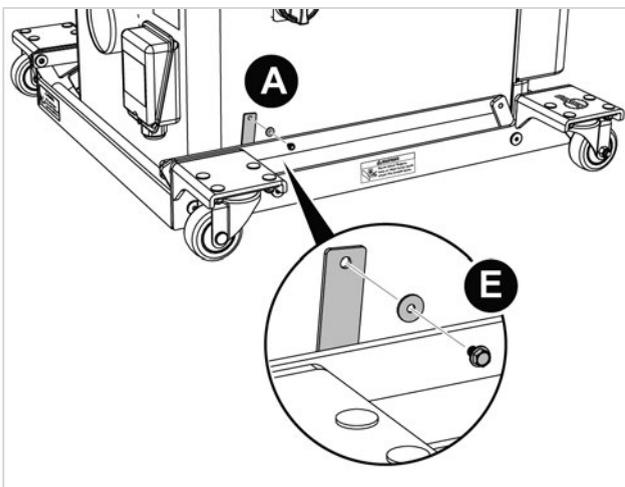

Abb. 2a
Legen Sie die beiden selbstschneidenden Schrauben und die beiden Unterlegscheiben M4 x 12 x 1 (E) bereit. Einige Kastenkonfigurationen haben vorgebohrte Öffnungen für die selbstschneidenden Schrauben. Wenn Ihr Sägekasten keine vorgebohrten Öffnungen hat oder Sie Schwierigkeiten haben, die Öffnungen auszurichten, drehen Sie den hinteren Niederhalter (A), bis die obere Öffnung über der flachen Seite des Kastens liegt. Legen Sie eine der Unterlegscheiben M4 x 12 x 1 über das Ende einer der selbstschneidenden Schrauben und verwenden Sie einen Bohrschrauber mit einem 1/4-Zoll-Sechskant-Bit, um den hinteren Niederhalter am Kasten zu befestigen, wie in Abb. 2a gezeigt. Es ist nicht notwendig, ein Loch für die selbstschneidenden Schrauben vorzubohren. Achten Sie jedoch darauf, dass Sie die Schrauben nicht zu fest anziehen, da sonst die Gewinde im Kasten ausreißen könnten. Drehen Sie dann den vorderen Niederhalter (B), bis er senkrecht steht, und wiederholen Sie den Vorgang, um ihn am Kasten zu befestigen (siehe Abb. 2b).